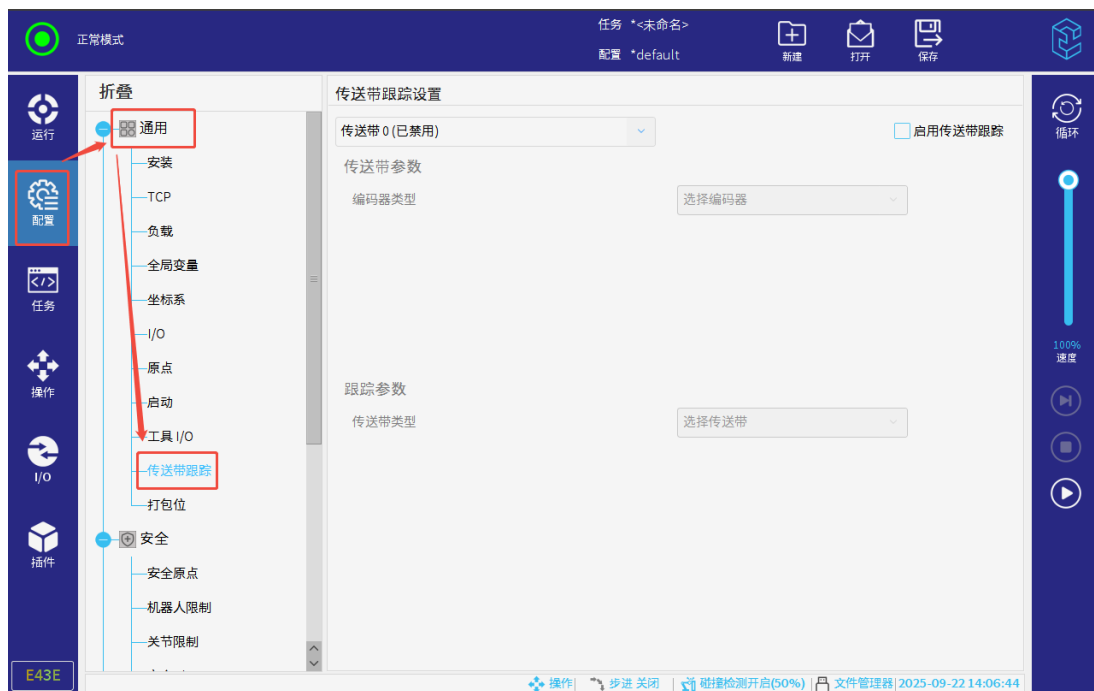

图 3-59: 传送带跟踪：绝对式
1. 点击“配置 > 通用 > 传送带跟踪”，进入“传送带跟踪设置”界面，如图 3-59所示。